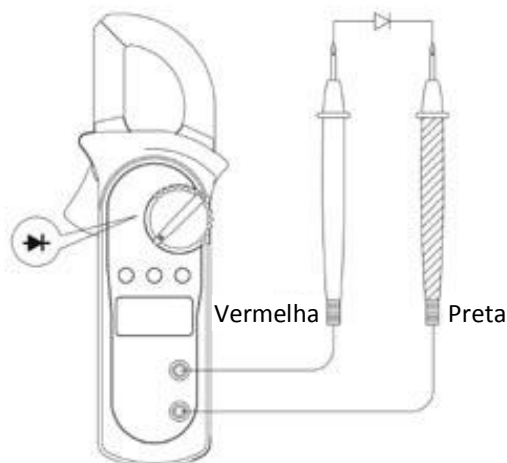

Figura 6
D. Teste de Díodos (ver figura 6)